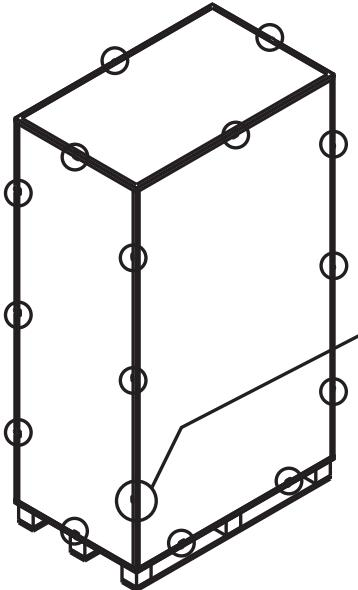
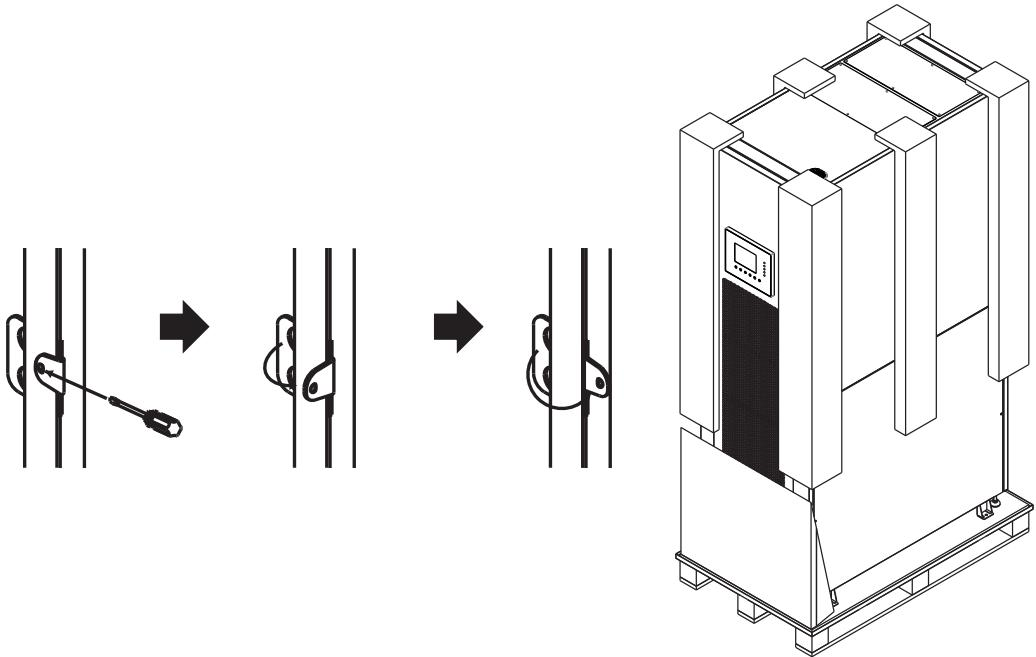

Figure 4.1
Figure 4.2
- Une fois que l'onduleur a atteint le site d'installation, il peut être retiré de la boîte d'emballage. Suivre la procédure de déballage ci-dessous pour retirer la boîte principale (Figure 4.1) et le matériel de protection (Figure 4.2).